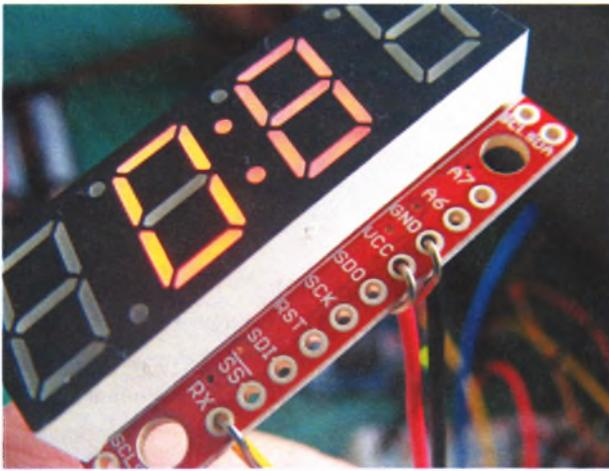

РИСУНОК 17.1
1. Подключите контакт RX семисегментного последовательного индикатора к контакту 3 платы Arduino, а контакты VCC и GND — к шинам питания и заземления соответственно макетной платы, как показано на рис. 17.1.